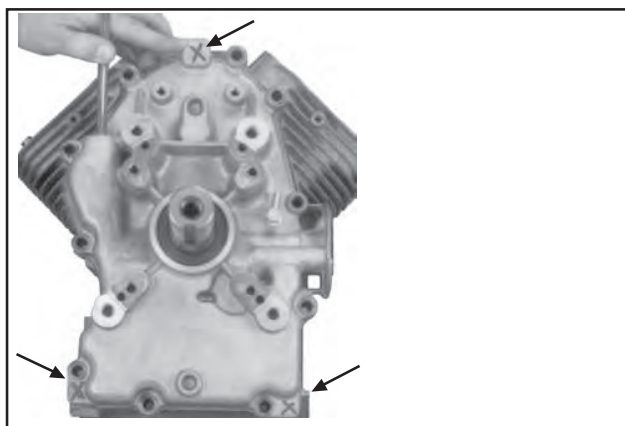

Abbildung 9-67. Position der drei Trennvorsprünge.
- Die drei Trennvorsprünge, die in den Rand der Verschlussplatte gegossen sind, ermitteln. Das Endstück einer 1/2-Zoll-Brechstange zwischen oberem Trennvorsprung und Kurbelgehäuse einführen. Den Griff horizontal halten und zu sich hin ziehen, um die RTV-Dichtung zu öffnen. Soweit erforderlich, auch auf die unteren Trennvorsprünge hebeln. Siehe Abbildung 9-67 und 9-68. Den Hebel nicht an den Dichtungsflächen ansetzen, da ansonsten Lecks entstehen können. Die Verschlussplatte vorsichtig aus dem Kurbelgehäuse herausnehmen.